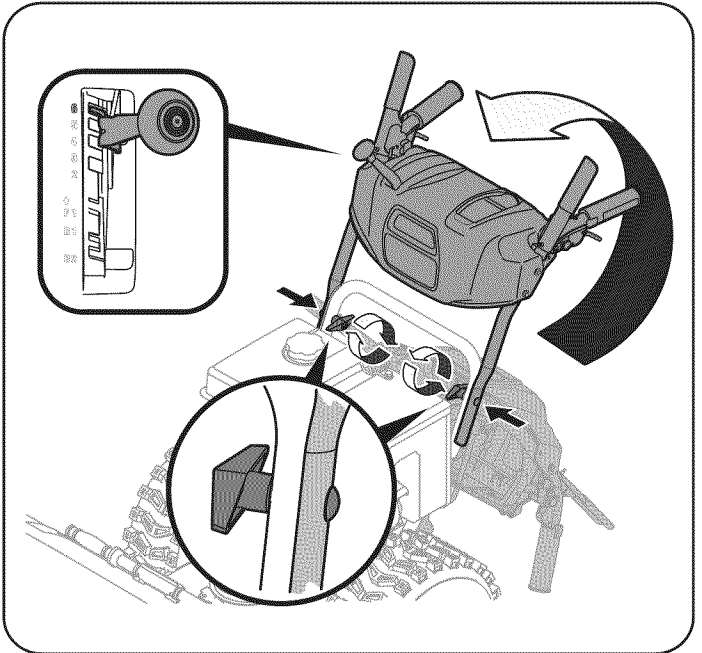
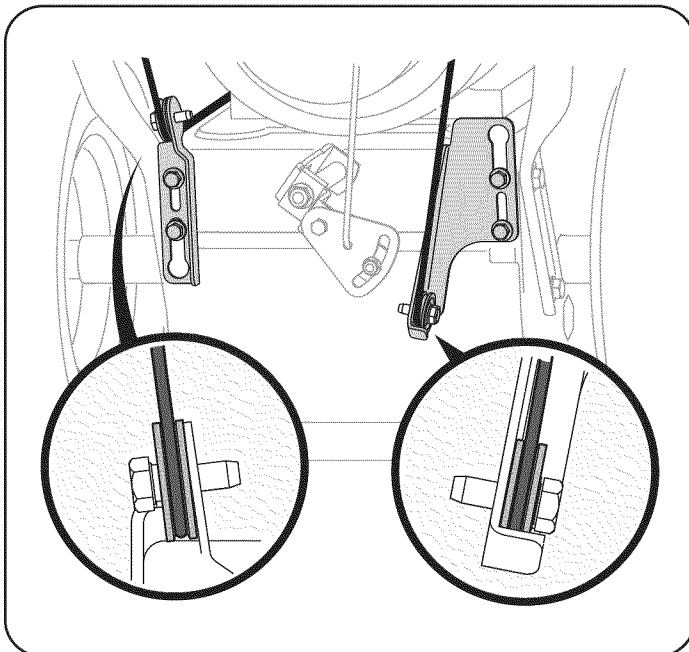

Figura 2
Figura 1
1. Observe el área inferior trasera de la máquina quitanieve para asegurarse de que ambos cables estén alineados con las guías rotatorias antes de girar la manija hacia arriba. Vea la Figura 1
- a. Coloque la palanca de cambios en la posición de avance (F) 6.
- b. Tire hacia arriba y hacia atrás de la manija superior, tal y como se muestra en la Figura 2. Cuando usted levanta el mango hacia arriba, asegúrese que ambos finales del cable de centro son colocados correctamente en los soportes. Alinee la manija superior con la manija inferior.